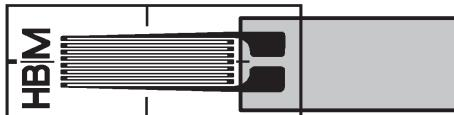

Abb. 5.3 Scharnierartige Verbindung bei DMS ohne Anschlussbändchen
- Stellen Sie bei DMS ohne Anschlussbändchen die scharnierartige Verbindung nach Abb. 5.3 her (ohne zusätzliche Lötstützpunkte).